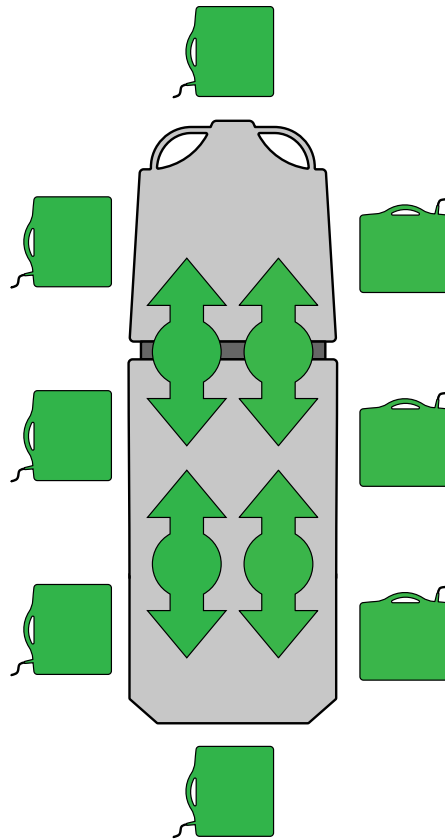

Abbildung 17 – Einlegen oder Herausnehmen von Röntgenkassetten
1. Den Patienten mithilfe der Positionsanzeigaufkleber an allen Seiten des Produkts (siehe Abbildung 17) mittig auf dem Produkt positionieren.